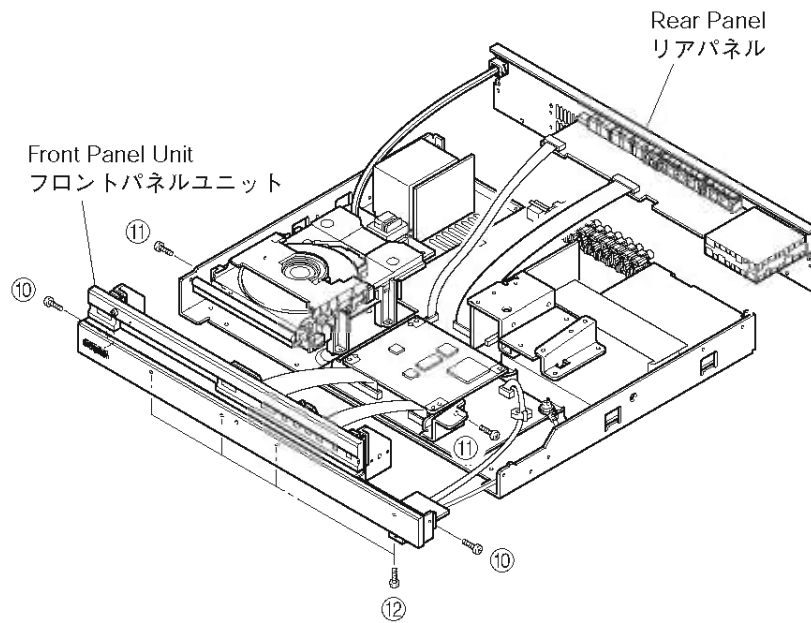

Fig. 6
- b. Remove the Rear Panel. (Fig. 6)
- b. リアパネルを取り外します。(Fig. 6)
- a. Remove 2 screws (⑩) and 2 screws (⑪). (Fig. 6)
- b. Remove 4 screws (⑫) and then remove the Front Panel Unit. (Fig. 6)
- a. ⑩のネジ2本、⑪のネジ2本を外します。(Fig. 6)
- b. ⑫のネジ4本を外し、フロントパネルユニットを取り外します。(Fig. 6)